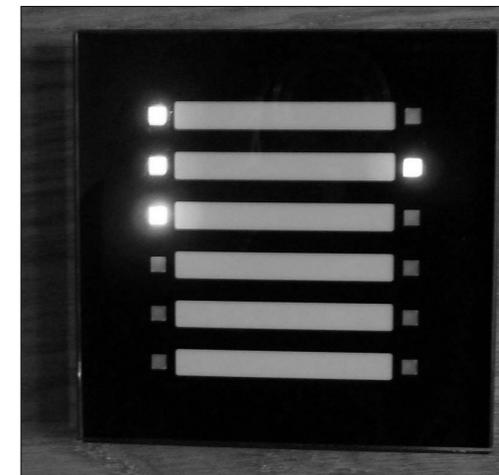

Abbildung 3.4 Statusanzeige über LEDs: Störungen, Meldungen, Alarm
- ▶ Statusanzeige von Zuständen auf einfachen Anzeigeelementen (Status-LEDs) von z. B. Meldungen und Störungen (siehe Abbildung 3.4)